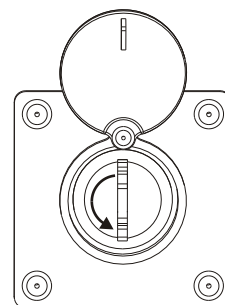

Abb.19
- Den Schlüssel im Uhrzeigersinn drehen und festziehen (Abb. 19).